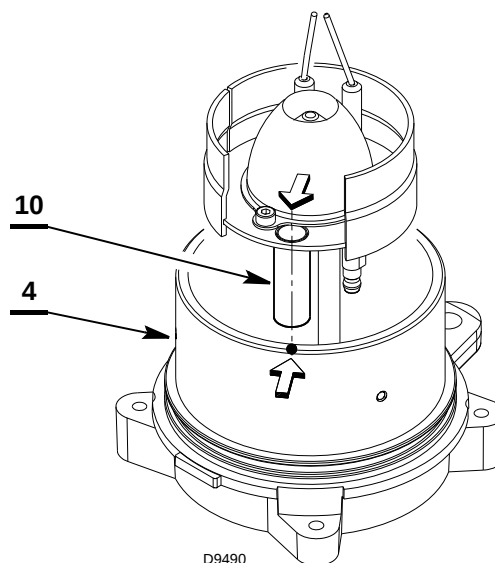

Abb. 25
- Den Flammkopf 7) wieder einsetzen und mit der Schraube 8) am Ausgang des Düsenstocks 9) befestigen, nachdem Sie sich vergewissert haben, dass das Sichtfenster 10) am Flammkopf 7) so ausgerichtet ist, dass seine Achse mit dem Bezugspunkt am Stellingring 4) übereinstimmt (Abb. 25).